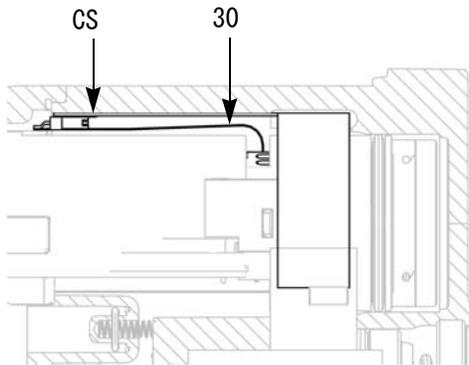

図 26. フレキシブル回路の接続
- 電源 / タービンアセンブリを、ガン本体 (10) に挿入します。接地ストリップ (EE) がガン本体に接していることを確認してください。
Smart モデルのみ : 6 ピンフレキシブル回路 (30) のコネクタの位置をガン本体上部のソケット (CS) と合わせます。図 26 を参照してください。